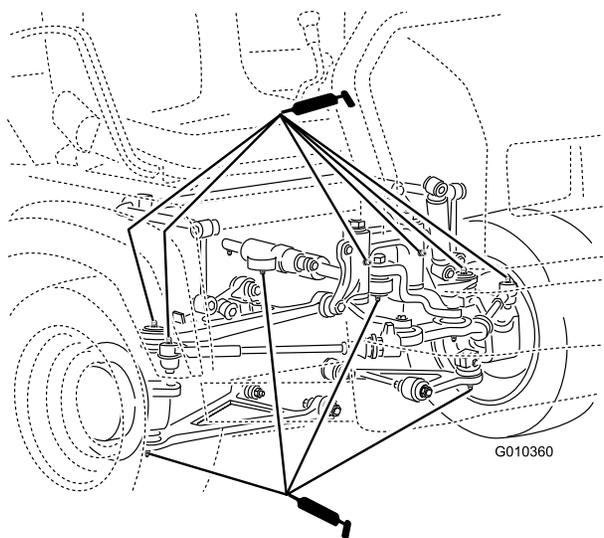

Рисунок 36
- Шаровые опоры (4 шт.); см. Рисунок 36
- Шарниры (2 шт.); см. Рисунок 36
- Цилиндр рулевого управления (2 шт.); см. Рисунок 36
- Поперечные тяги (2 шт.); см. Рисунок 36